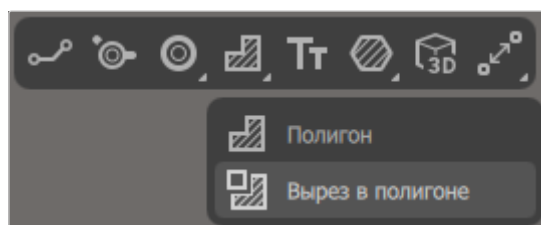

Рисунок 208. Инструмент «Вырез в полигоне» на панели инструментов
- 2) В раскрывшемся списке выбрать инструмент «Вырез в полигоне» (см. рисунок 208).